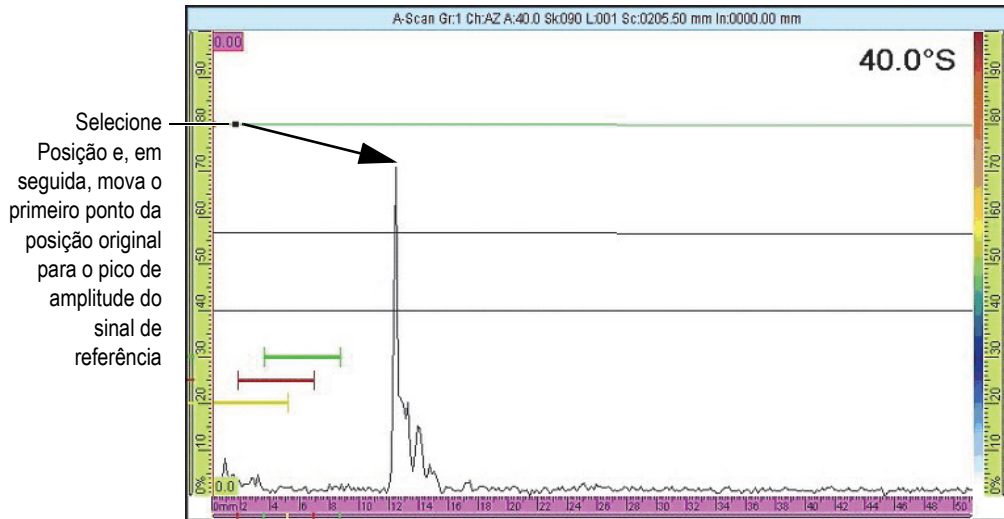

Figura 6-6 Primeiro ponto da curva DAC
3. Posicione a sonda de modo a maximizar a amplitude do sinal para o refletor de referência correspondente ao primeiro ponto a ser adicionado à curva DAC (veja Figura 6-6 na página 182).